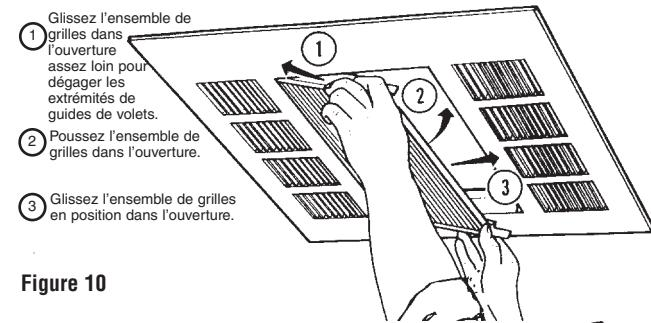

Figure 10
- Tout en maintenant à deux mains l'ensemble, entrez une extrémité de l'ensemble dans l'enceinte, et glissez ce côté vers l'intérieur tout en mettant le côté opposé dans l'enceinte (Voyez la Figure 10). Faites glisser l'ensemble en position de façon à ce que la portion inférieure de chaque guide se verrouille dans l'ouverture.